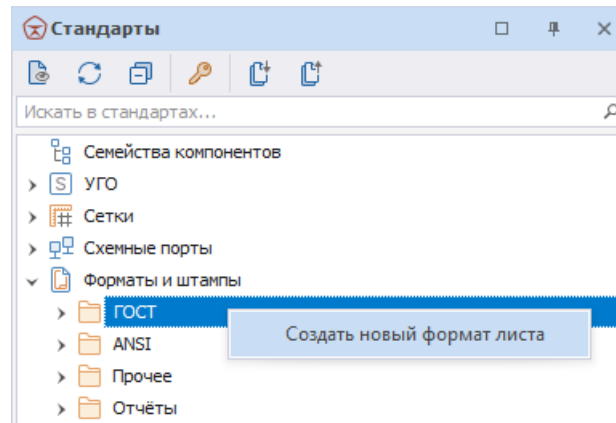

Рис. 60 Создание нового шаблона формата и штампа листа схемы
2. Вызовите контекстное меню с одного из разделов и выберите пункт «Создать новый формат листа», см. Рис. 60.